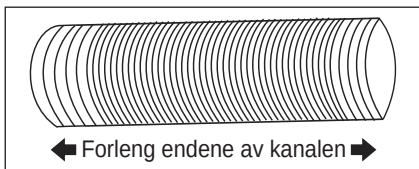
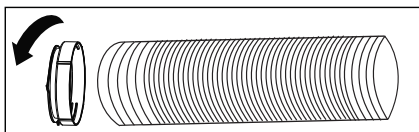

Fig. 4
Fig. 5
2. Forleng hver ende av slangen (Fig. 4), og skru den fast til overgangsstykke A (Fig 5).